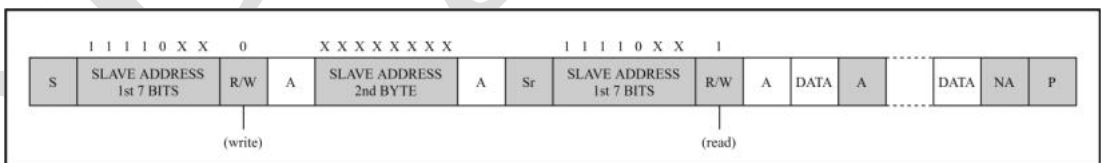

图 18-9 主机接收器寻址从机发送器
如图 18-9 所示，传输方向在第 2 个 R/W 位改变。在发送 RESTART (Sr) 之前都和主机发送器将 10 位从机地址发送到从机接收器的寻址方式相同，在发送 RESTART (Sr) 之后，匹配的从机地址记得它之前被寻址过，所以此时只需要检查第一个字节的头 7 位是否和 START(S) 之后的相同，并检查第 8 位 R/W 是否为 1，如果第一个字节也相同并且 R/W 也为 1，从机认为它作为发送器被寻址，然后回复 ACK。若多从机的情况下，RESTART 后的这个字节也会被发送到其他的从机，但是因为其他的从机没有事先被寻址，所以不能匹配。